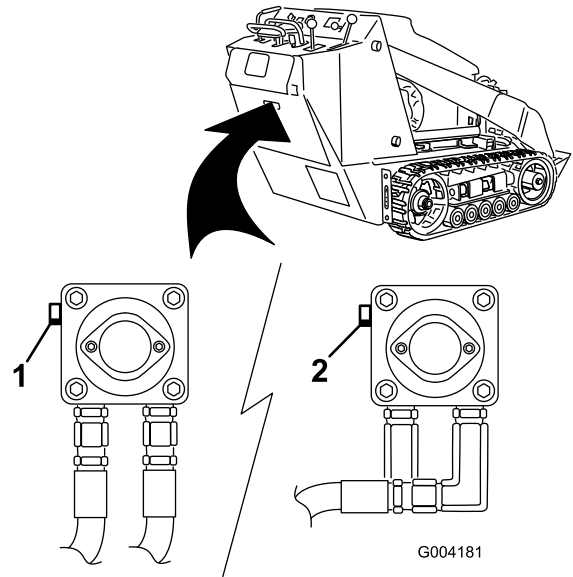

図 18
3. レンチを使って、油圧ポンプについている牽引バルブを左に2回転させる 図 18。